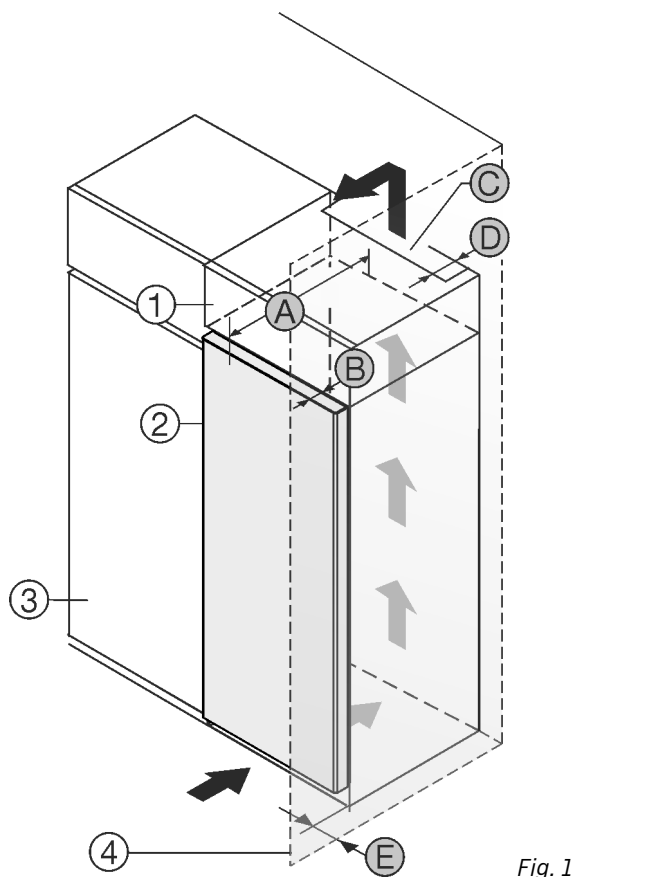

Fig. 1
Installer l'appareil directement à côté du placard de cuisine Fig. 1 (3).
Une sortie d'air avec la profondeur Fig. 1 (D) doit être présente au dos de la rehausse sur toute sa largeur.
La section de ventilation Fig. 1 (C) sous plafond doit être respectée.
Si l'appareil est installé avec les charnières près d'une paroi Fig. 1 (4), la distance entre l'appareil et la paroi doit être d'au moins 13 mm.
Si l'appareil est installé avec les charnières près d'une paroi Fig. 1 (4), la distance entre l'appareil et la paroi doit être d'au moins 20 mm.